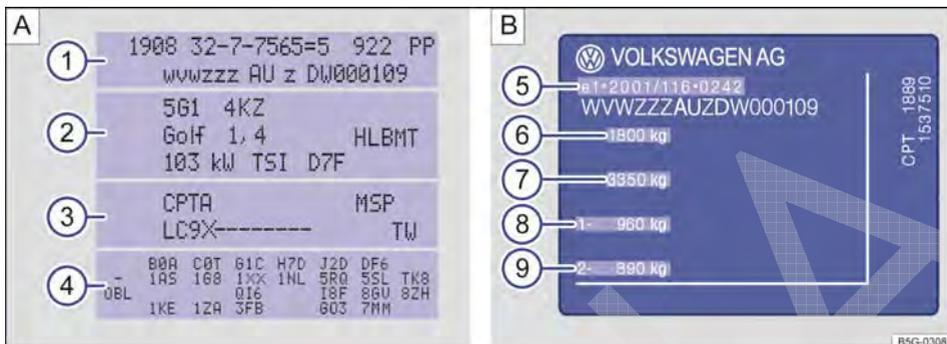

Fig. 254 A) Etiqueta de dados do veículo: na imagem de exemplo com o código do motor CPTA 3). B) Plaque de identificação.
A etiqueta de dados do veículo → Fig. 254 A) está colada na Manutenção e garantia e embaixo do revestimento traseiro do compartimento de bagagem na parede do compartimento de bagagem. Ele contém os seguintes dados:
- 3 Códigos do motor e da transmissão, código da cor, acabamento interno. No exemplo, o código do motor é "CPTA" → Fig. 254
A plaque de identificação → Fig. 254 B) pode ser vista na coluna da porta após a abertura da porta do condutor. Veículos para determinados países de exportação não possuem plaque de identificação.